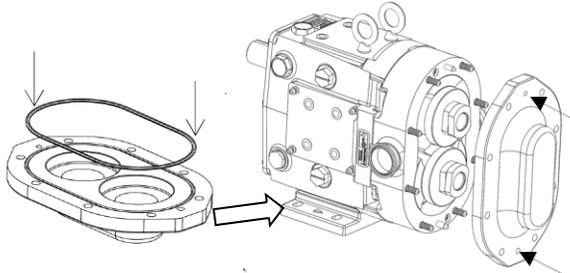

**Figura 62: Instalar rotores y apretar contratuercas**
2) Instale el rotor en cualquiera de los ejes alineando el diente de la ranura grande del eje con la ranura de la lengüeta grande del rotor. Asegure el rotor en el cuerpo con las contratuercas. Coloque una tuerca a la vez, apretándolas con la llave suministrada y una cuña no metálica para mantener el rotor en su lugar (Figura 62). Vea la Tabla 7 para conocer los valores de par de torsión requeridos. Repita con el segundo rotor.